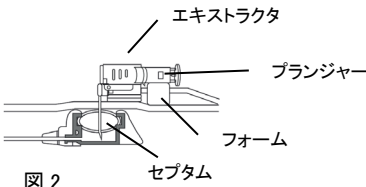

図 2
- (4) 針の先端がポートの底に接触するまで貫通させる。(図 2)